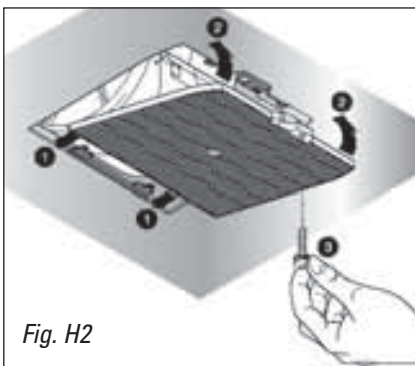

Fig. H2
Para montar y cambiar filtros de carbón activo, quite los filtros metálicos (FM) como se indica en la figura H1-1 y siga las indicaciones de la figura H2.